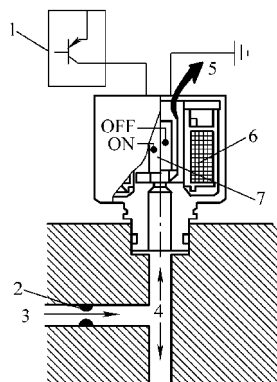

图 6-9 开关式电磁阀结构与原理
(1) 开关式电磁阀结构与原理 开关式电磁阀主要由电磁线圈、衔铁、阀芯等组成，如图 6-9 所示。